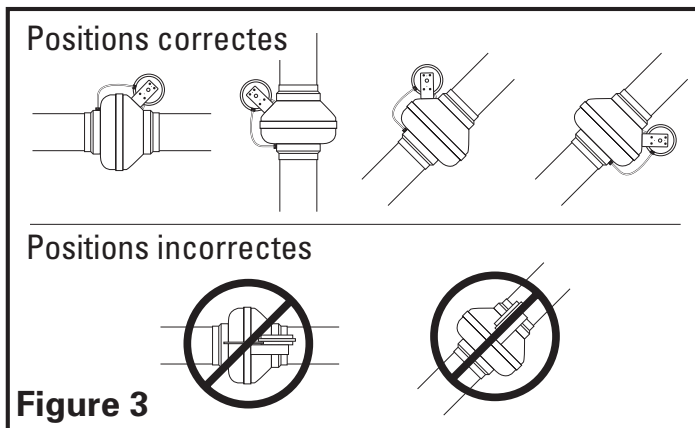
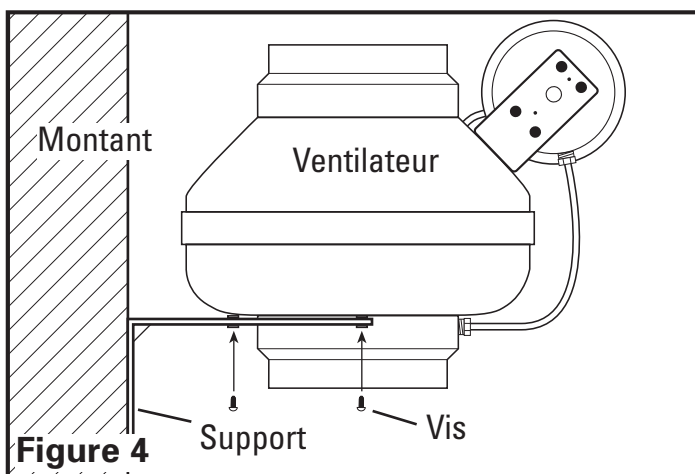

Figure 3
Figure 4
3. **Montage du ventilateur :** Pour une opération adéquate, le diaphragme de l'interrupteur doit être positionné verticalement (Figure 3). La boîte de câblage doit être positionnée pour un accès facile. Fixer le ventilateur au support de montage avec les vis autotaraudeuses comprises. On doit prendre bien soin de ne pas dénuder le cabinet de plastique. Bien que des avant-trous pour les vis ne sont pas requis, des avant-trous de 25 mm (ou plus petits) sont recommandés (Figure 4).